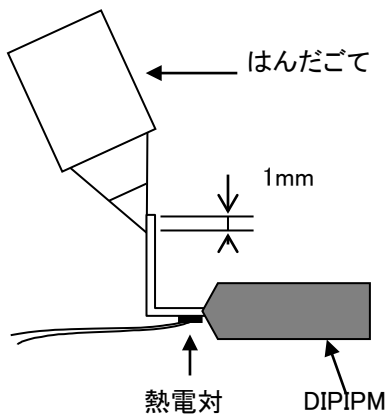

図 2-4-3 評価状態
(1) 評価サンプル: 超小型 DIPIPM 標準品
(2) 評価手順
- ・熱容量的に小さい制御側外部リード端子先端(先端から 1mm)の箇所にはんだごて(50W)をあて、リード端子根元の温度上昇を測定する。(図 2-4-3)